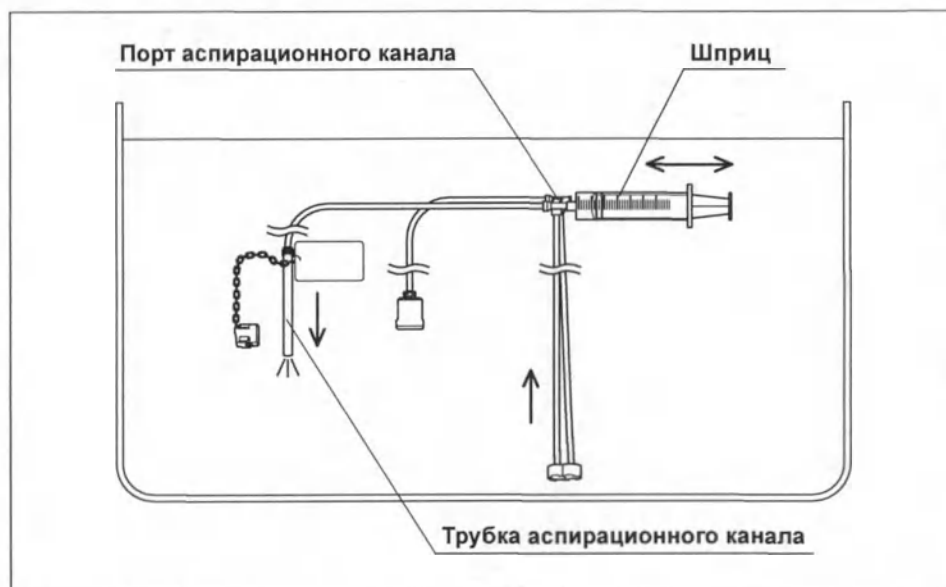

Рисунок 6.31
- 2 Полностью погрузив шприц и инъекционную трубку в воду для промывания, медленно оттяните поршень шприца, чтобы заполнить шприц водой для промывания. Затем надавите на поршень, чтобы промыть аспирационный канал инъекционной трубки 30 миллилитрами воды для промывания. Убедитесь в том, что во время промывания из трубки не выходят пузырьки воздуха. (См. рис. 6.31)